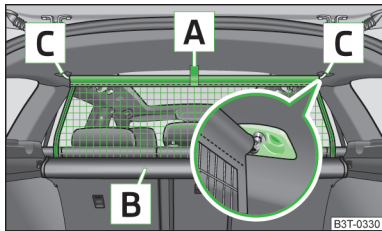
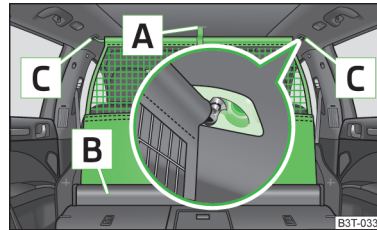

Abb. 119
Abb. 120
- Sich überzeugen, dass die Querstange in den Aufnahmen **C** » Abb. 119 auf Seite 110 bzw. » Abb. 120 auf Seite 110 in der vorderen Stellung eingesteckt ist!
- Die Netztrennwand an der Lasche **A** » Abb. 119 in Richtung der Aufnahmen **C** ziehen.
- Die Querstange erst auf der einen, dann auf der anderen Seite etwas nach hinten ziehen und aus den Aufnahmen **C** » Abb. 119 nehmen.
- Die Netztrennwand an der Lasche **A** » Abb. 120 ziehen.
- Die Querstange erst auf der einen, dann auf der anderen Seite etwas nach hinten ziehen und aus den Aufnahmen **C** » Abb. 120 nehmen.